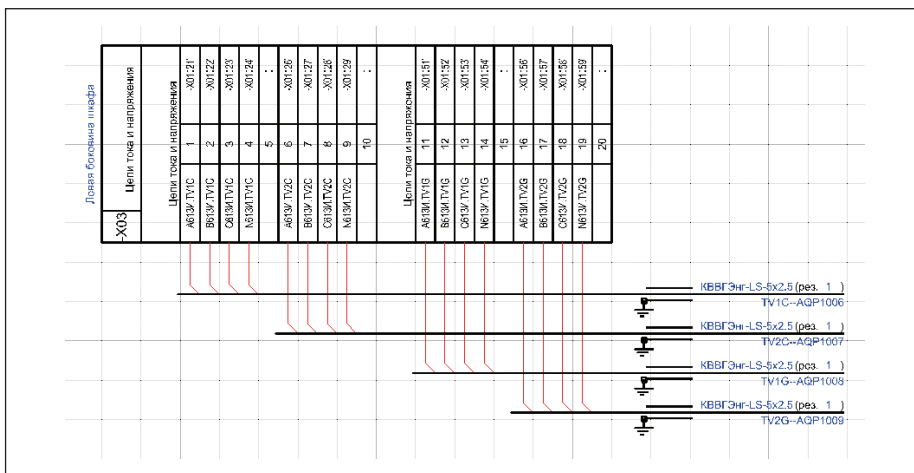

Рис. 9. ГФД, схема подключения кабелей к рядам зажимов, цепи напряжения
- низ – цепи напряжения (рис. 9);